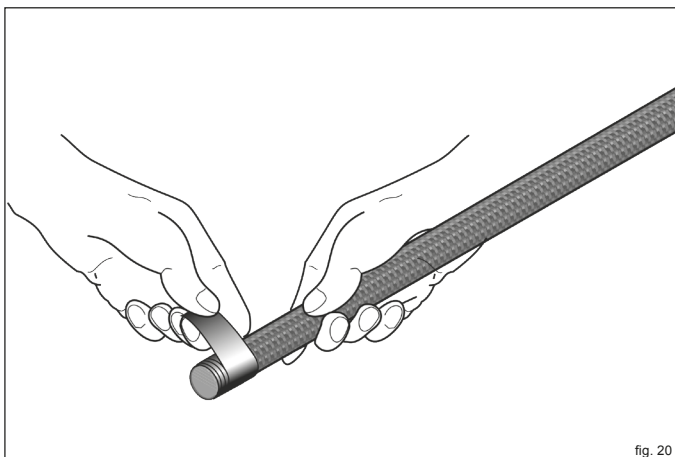
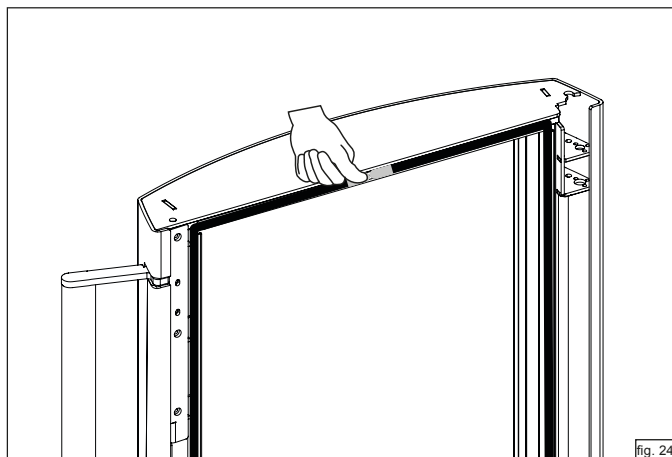

fig. 20
fig. 24
- ▶ Avvolgere la nuova guarnizione con il nastro di rame da un lato con una lunghezza di circa 3 cm (fig. 20).
- ▶ Avvolgere l'estremità anche con il nastro di rame (fig. 20) e premere la guarnizione all'interno della guida (fig. 24)